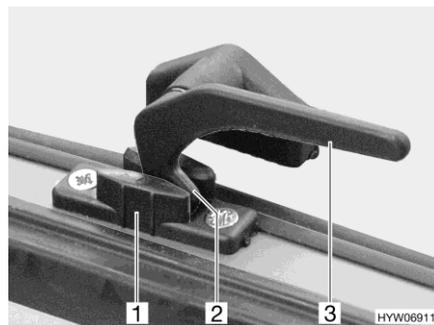

Fig. 45 Leva di serraggio in posizione "Aerazione continua"
- In posizione di "Aerazione continua" (Fig. 45)
- Ruotare tutte le leve di serraggio (Fig. 45,3) di un quarto di giro verso il centro della finestra.
- Girare nuovamente all'indietro tutte le leve di serraggio. Riportare contemporaneamente il nasello di chiusura (Fig. 45,2) nella rientranza della chiusura della finestra (Fig. 45,1).